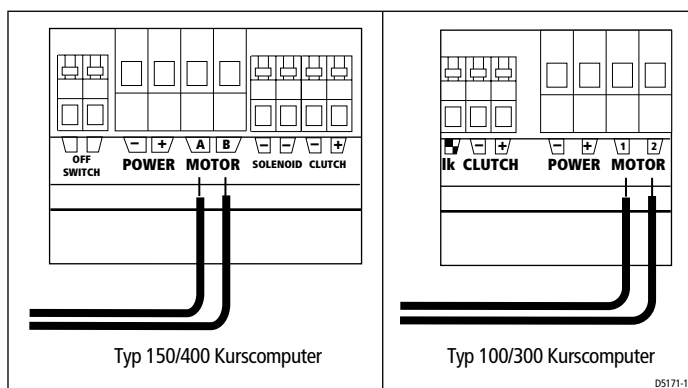

Abb. 8: kurscomputer-Anschlüsse
4. Verbinden Sie die Kabel der Pumpe mit den **MOTOR** Anschlüssen des Kurscomputers (siehe *Abbildung 8*): In diesem Stadium ist die Polarität egal, sie wird nach der restlichen Installation des Autopiloten geprüft.